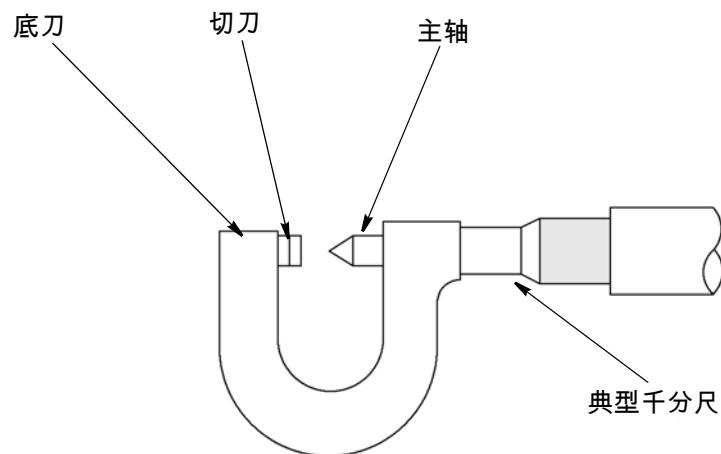
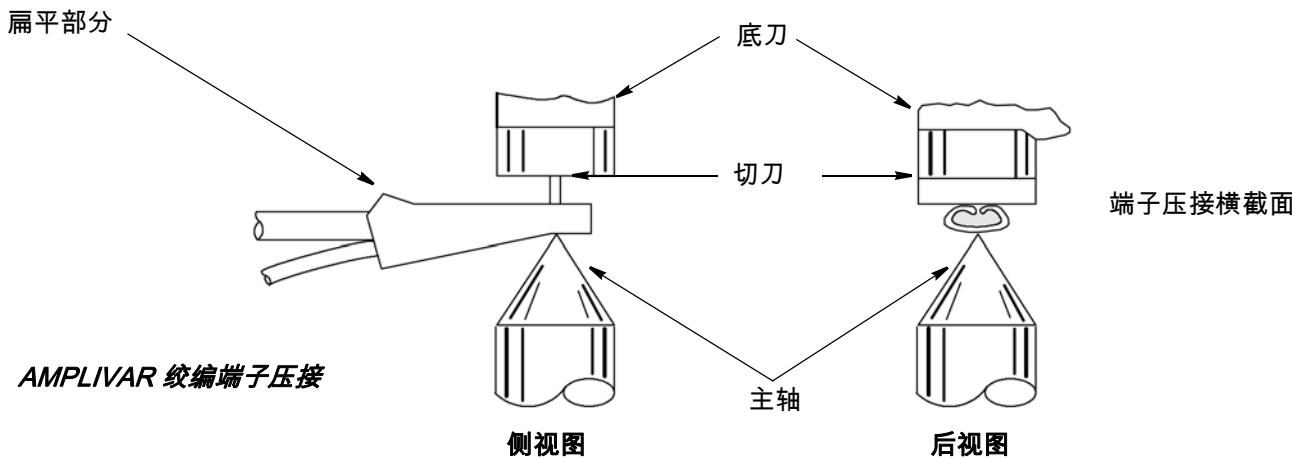

图 18
图 19
2. 使用图 18 所示的压接高度千分尺测量端接的压接高度（如图 19 所示）。压接高度必须在针对所用端子类型和线径规定的测量值 $+/- 0.08 \text{ mm} [.003 \text{ in.}]$ 以内。您可以从 TE 现场服务代表处获得相应的测量值。